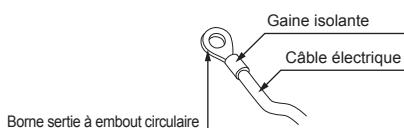

Fig. 6-2
- Utilisez des bornes serties à embout rond pour le bornier de raccordement intérieur/extérieur et le kit du bornier d'alimentation en option. [Fig. 6-2]